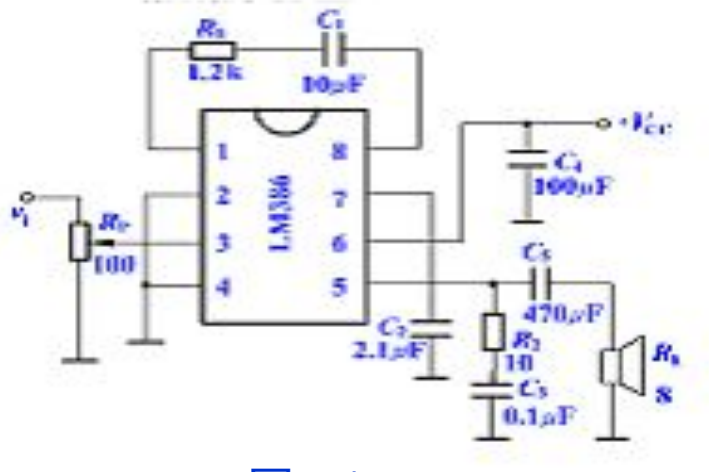

图5-1
按图5-1连接实验线路。
(1)按图5-1所示电路, 调节信号频率 $f=1\text{kHz}$, 适当调整输入信号电压 v_i , 使输出信号电压 v_o 波形最大而不失真, 测出此时的 v_o 值, 并算出此时的电压放大倍数 A_v 。保持 v_i 不变, 改变信号源频率, 测量出 $0.707 A_v$ 时对应的上限频率 f_h 和下限 f_L 。数据记录于自拟的实验数据表格中。